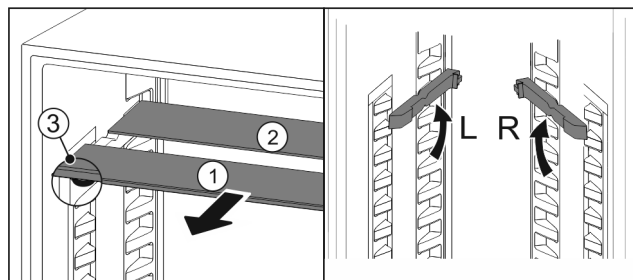

Fig. 108
- ▶ Skleněné desky jednotlivě vytáhněte dopředu Fig. 108 (1).
- ▶ Skleněná deska Fig. 108 (1) s ozdobnou lištou leží vpředu.
- ▶ Zářezky Fig. 108 (3) směřují dolů.